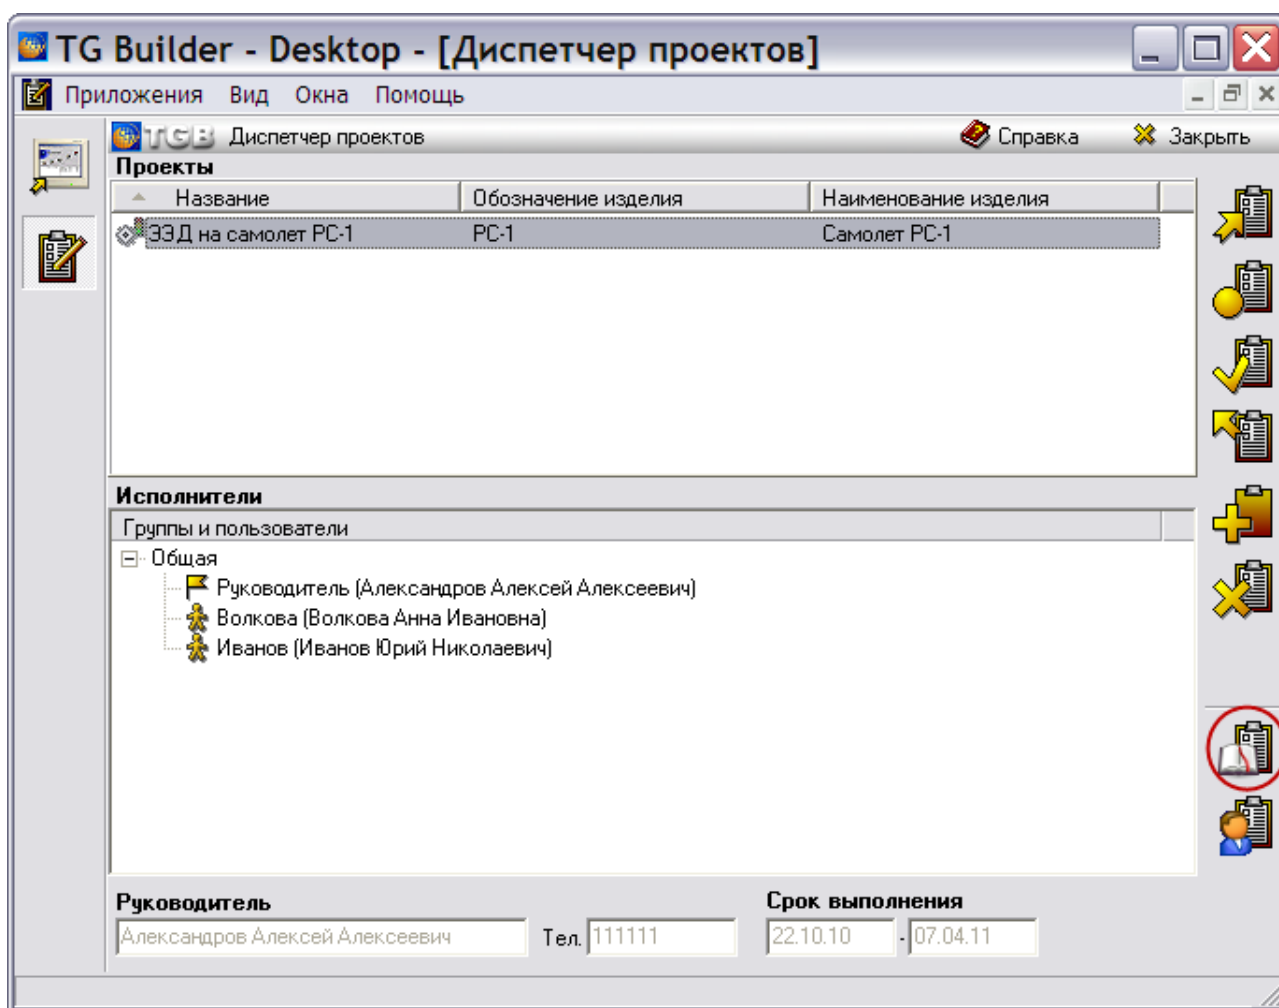

Рис. 3.1
Войдите в **Диспетчер проектов** (Рис. 3.1).
1. В окне **Диспетчер проектов** выделите нужный проект. После этого станут доступны кнопки правой панели инструментов (Рис. 3.1).